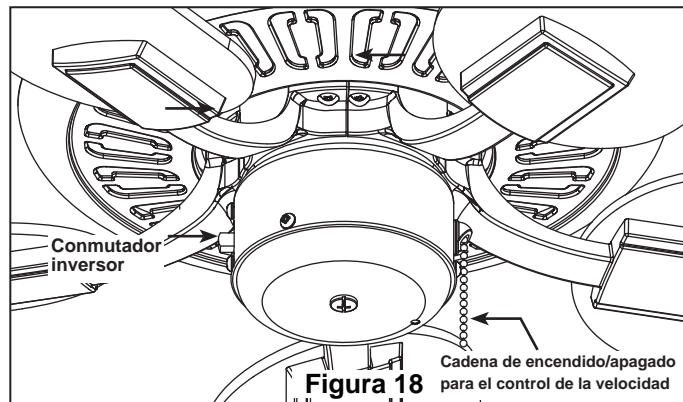

Figura 18
- 3. Si desea que el flujo de aire se desplace en la dirección opuesta, apague el ventilador y espere a que las aspas se detengan. Luego deslice el conmutador inversor a la posición contraria y vuelva a encender el ventilador. Su modelo de ventilador está equipado con un interruptor de cadena de 4 posiciones y 3 velocidades. (Figura 18)